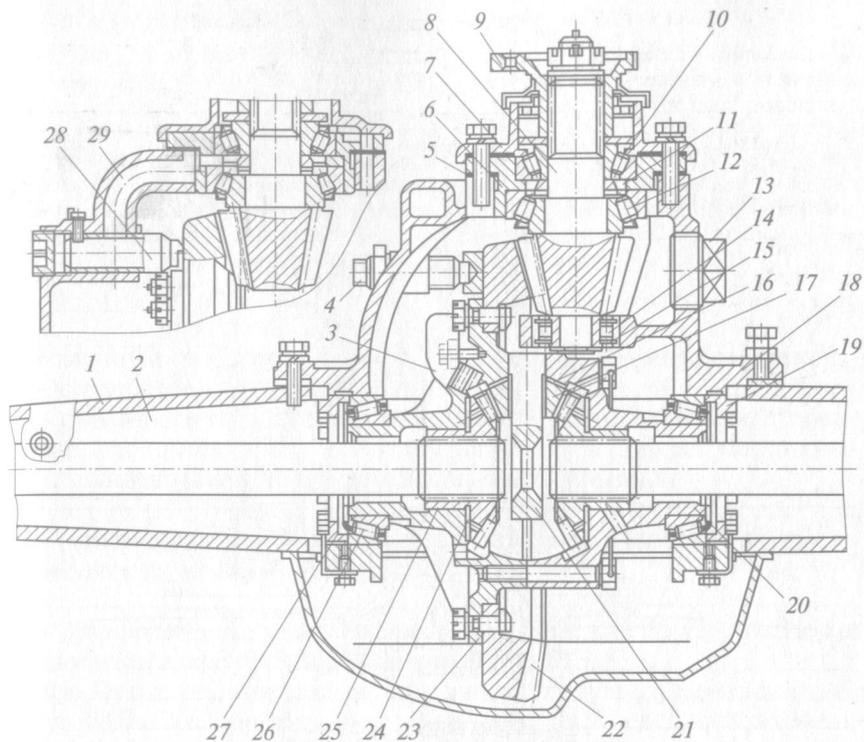

Рис. 2.11. Задний мост автомобиля ГАЗ-53А (ГАЗ-53-12):
36. Изучить общее *устройство заднего (ведущего) моста автомобиля ГАЗ-53А* (ГАЗ-53-12) (см. рис. 2.11), для чего частично разобрать его следующим образом: